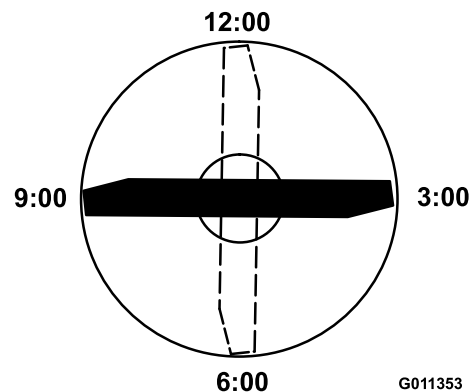

Figura 69
3. Posicione a extremidade de corte da extremidade marcada da lâmina na posição das 12 horas (a direito na direção do corte) e meça a altura da mesa à extremidade de corte da lâmina (Figura 69).
4. Rode a extremidade marcada da lâmina para as posições das 3 horas e das 9 horas e meça as alturas (Figura 69).